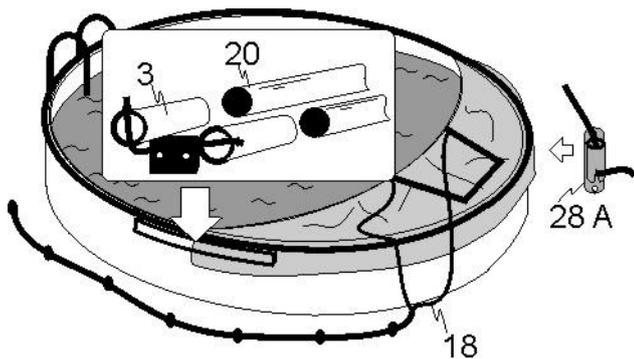

Abb. 7.1
### Aufziehen (Abb. 7.1 bis 7.4)
- Den Cabrio Dome an den Rand gegenüber der Einstiegstreppe legen und darauf achten, dass sich die Seite mit der Tür und dem Zugseil (18) oben befindet (Abb. 7.1).
- An beiden Seiten die Bögen (20) in die Einsteckhülsen (3) stecken. **Den untenliegenden Bogen in die rechte Einsteckhülse und den obenliegenden Bogen in die linke Einsteckhülse einstecken, sofern sich die Einstiegstreppe an der linken Seite befindet.** Sollte sich die Leiter auf der rechten Seite befinden, genau umgekehrt anwenden.